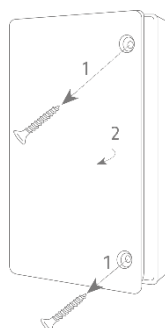

Figura 2
- Svitare le due viti e aprire il coperchio (figura 2)